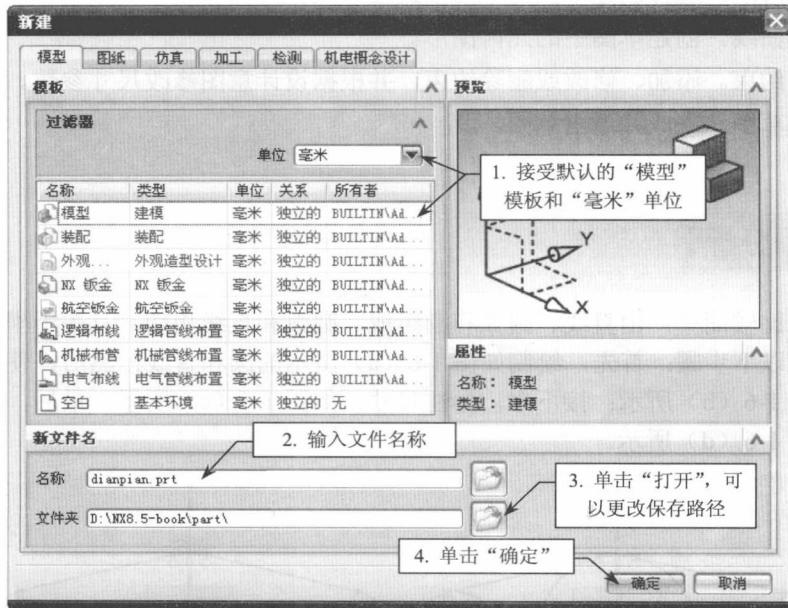

图 1-7 “新建”对话框
- (1) 启动新建命令。在“标准”工具条上，单击“新建”，或在菜单条上，选择“文件”→“新建”，弹出“新建”对话框，如图 1-7 所示。